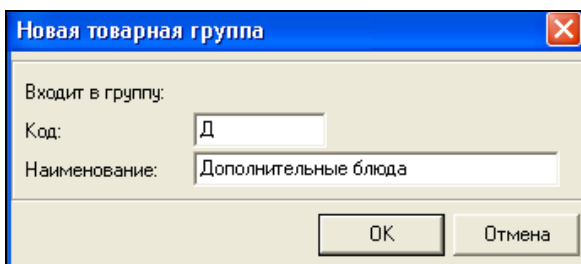

Рис. 38
- ✓ На экране откроется окно представленное на Рис. 38.